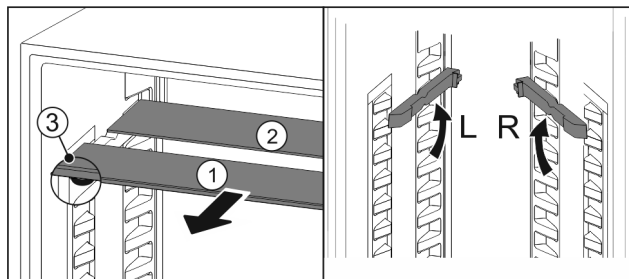

Fig. 76
- ▶ Extrageți Fig. 76 (1) pe rând plăcile de sticlă spre înainte.
- ▷ Placa de sticlă Fig. 76 (1) cu șipca decorativă se află în față.
- ▷ Opritoarele Fig. 76 (3) indică în jos.